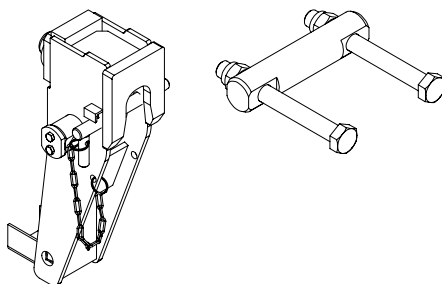

Fig. F2.01
2. Allentare entrambe le viti (61.1) dall'adattatore del contrafforte (61), SW 36.
4. Disporre l'attacco di sospensione SB (60) sul contrafforte, spingere le viti attraverso i fori a destra e a sinistra e attraverso i fori dell'adattatore del contrafforte.
5. Fissare l'attacco di sospensione con le viti al contrafforte. (Fig. F2.01)